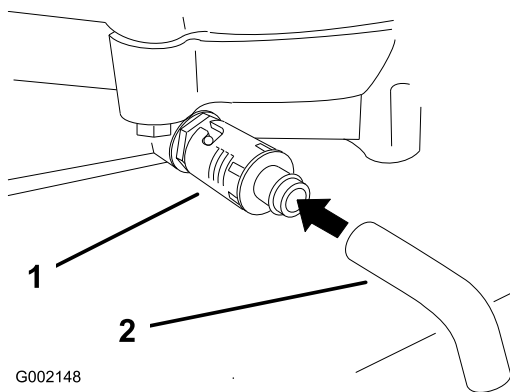

Figura 41
- Coloque un recipiente debajo del tubo de vaciado. Gire la válvula de vaciado para que se drene el aceite (Figura 41).